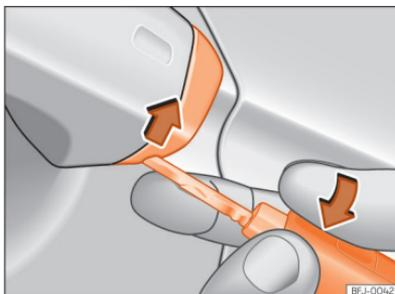

Abb. 73 Fahrertürgriff: Abdeckkappe abhebeln.
- Den Schlüsselbart am Fahrertürgriff in die untere Öffnung der Abdeckkappe stecken und die Abdeckkappe von unten nach oben anheben »» (Abb. 73).